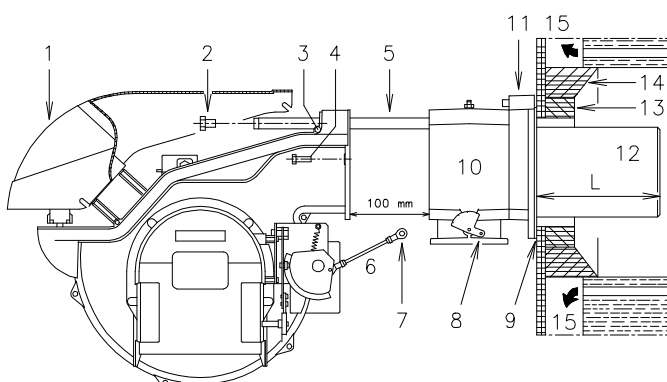

Fig. 10
En calderas con frontal refrigerado por agua, no es necesario el revestimiento refractario 13)-14)(Fig. 10), salvo que lo indique el fabricante de la caldera.
- Separar el cabezal de combustión del resto del quemador, (Fig. 10):
Después de esta eventual operación, fijar la brida 9)(Fig. 10 en la pág. 16) a la placa de la caldera, interponiendo la junta aislante 7)(Fig. 10 en la pág. 16) suministrada en dotación. Utilizar los 4 tornillos que se suministran, después de haber protegido la rosca con algún producto antibloqueo.